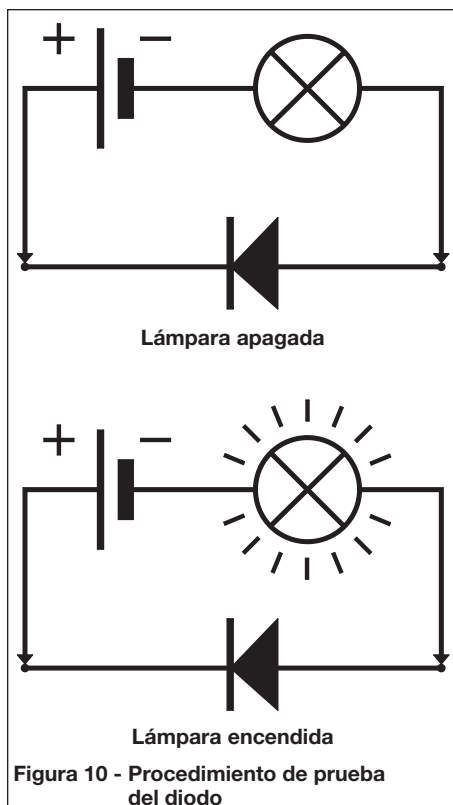

Figura 10 - Procedimiento de prueba del diodo
2. Esta prueba también se puede realizar utilizando una batería de 12 volt y una bombilla como se muestra en la Figura 10.